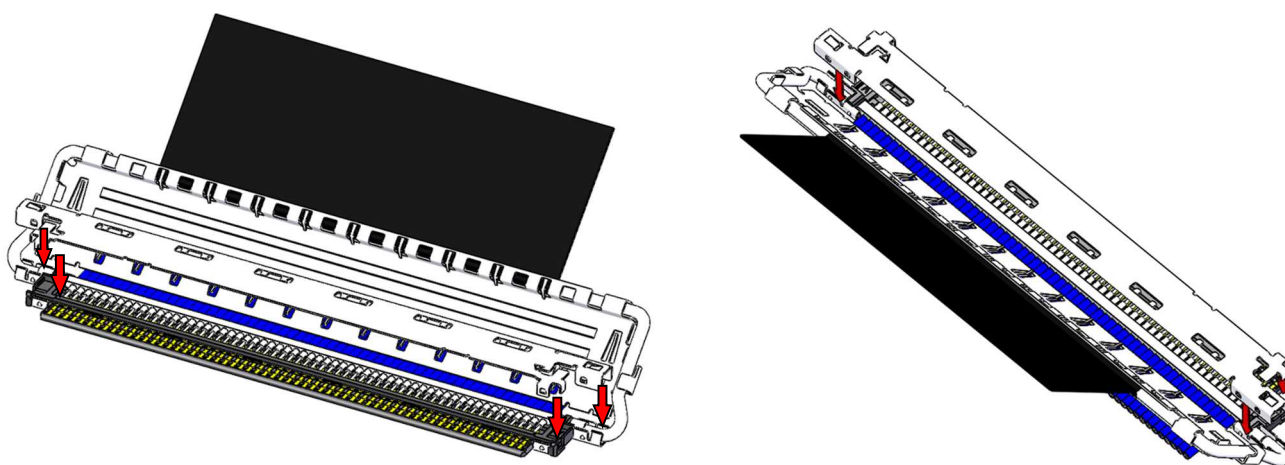

Fig.7 Assembly of SHELL-A
- ② Fig.7 の様に SHELL A を HOUSING ASS'Y の上側から組み付ける。